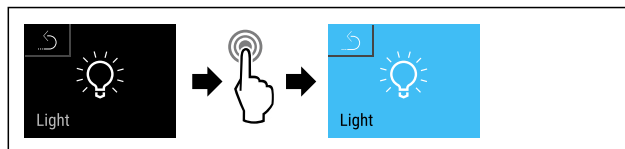

Fig. 94
- Stappen (zie Fig. 94) uitvoeren.